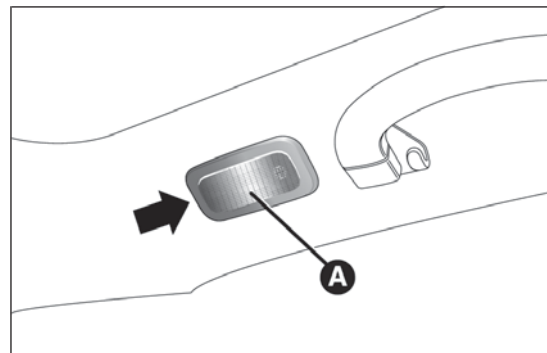

fig. 197
- ❑ presionar en el punto indicado por la flecha y retirar el plafón A fig. 197;
- ❑ volver a montar el plafón A fig. 197 introduciéndolo en su posición correcta, primero de un lado y, a continuación, presionando del otro hasta oír el "clic" de bloqueo.